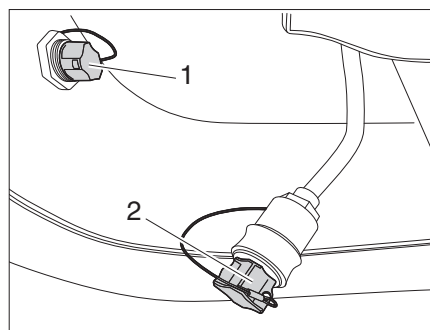

Fig. 55 Avvitare le calotte di protezione
- Avvitare calotte di protezione sulla spina e sulla presa del collegamento elettrico (Fig. 55,1 e 2).